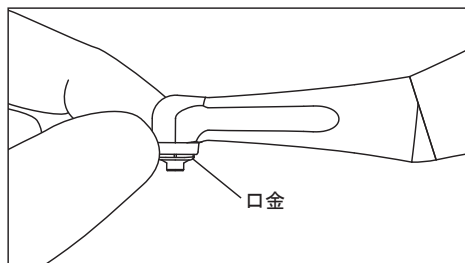

図 4
5) 停止後、ヘッド部に異常な発熱がないことを直接手で触って確認してください。(図4)